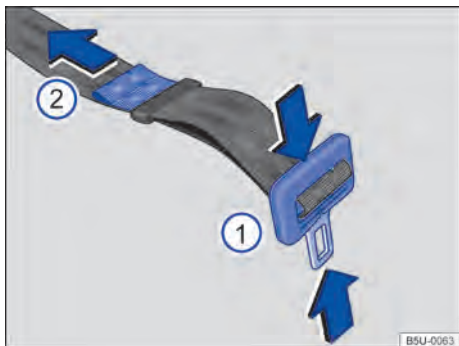

Fig. 45 Ajustar o cadarço do cinto de segurança subabdominal.
- Pressionar a lingueta na direção das setas → Fig. 45 ① e alongar totalmente o cinto de segurança.
- Apertar a lingueta contra o fecho do cinto de segurança e puxar a extremidade → Fig. 45 ② no sentido da seta, até atingir uma folga máxima de 5 cm (3 dedos) na região pélvica.